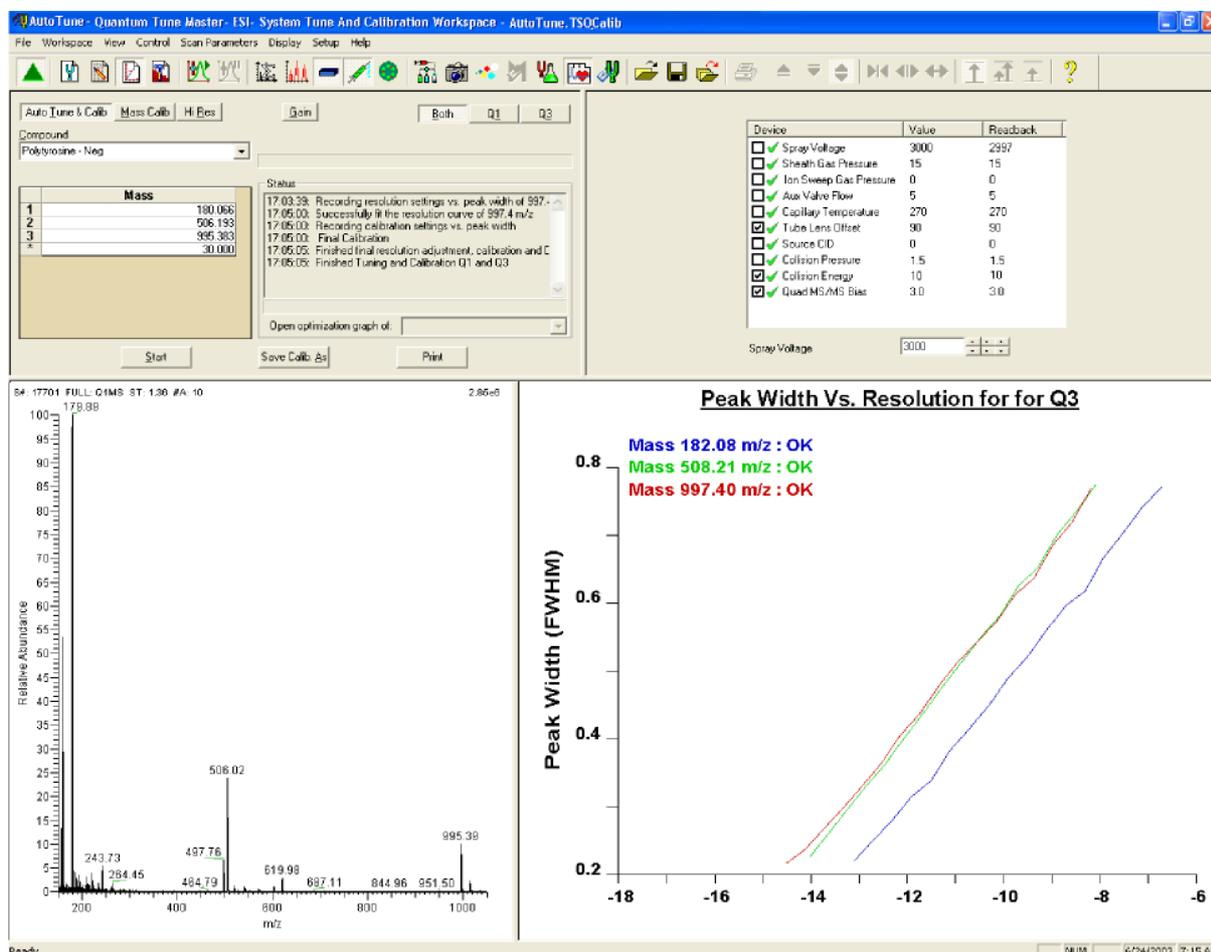

图 2-18. 系统自动调谐校准工作区域, 图中显示的是负离子模式下
*Polytyrosine - Neg*, 将选择聚酪氨酸三个负离子进行自动调谐校准, 见图2-18;